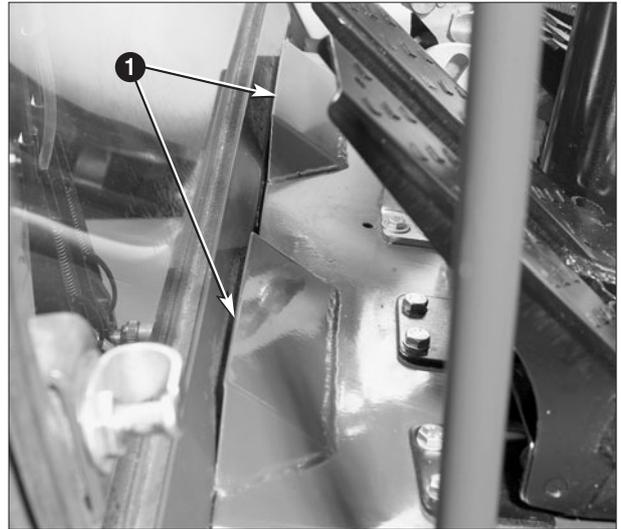

Abb. 19
2. Luftdüsen Fußheizung. Schließt man die Düsen, kommt die Warmluft an den Luftdüsen der Frontscheibe 1 Abb. 19 heraus.